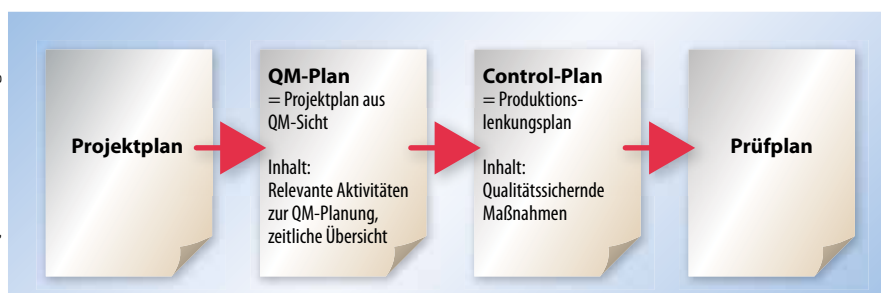

Bild 2. Zusammenhang Projektplan, QM-Plan, Control-Plan und Prüfplan
**Lösung:** Die einzelnen Pläne zur Umsetzung und Dokumentation von APQP müssen klar voneinander getrennt werden, damit keine inkonsistenten Informationen entstehen (Bild 2). Wichtig in dieser Unterscheidung ist, dass der QM-Plan die Anwendung des QM-Systems (in dem sich die Forderungen etwa gemäß ISO 9001 spiegeln) auf das Projekt darstellt, während der Control-Plan die qualitätssichernden Maßnahmen des QM-Plans herausstellt.